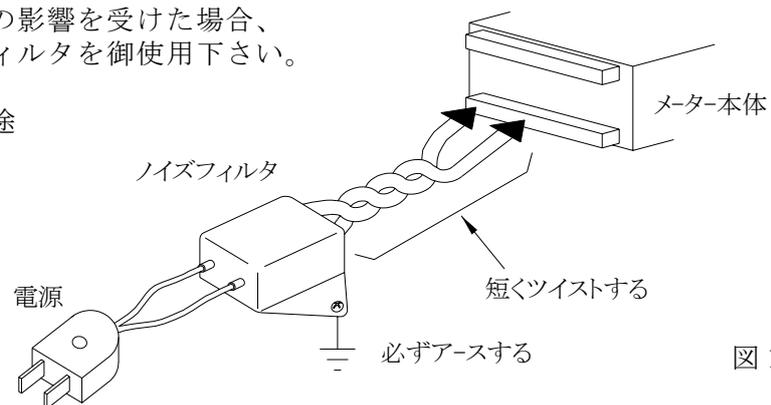

図16
- (1) 電源は動力線と直接共用しないで下さい。動力線を使用する場合は絶縁トランスを入れて2次側を使用して下さい。（絶縁トランスPT-93を用意しています。）
- (2) センサーコードに3芯シールド線を使用し、ノイズの発生源からできるだけ離して配線して下さい。
- (3) センサーコードをできるだけ短くし、動力線やインバーターなどのノイズの発生源をさけて、極力雑音を拾わない経路に配管して布設して下さい。
- (4) 機械のGNDアースコードには、非常にノイズが多く含まれている場合がありますので、メーターのGNDに接続させない方が良い場合もあります（メーターを完全に機械から絶縁状態）。
- (5) 電源ラインよりノイズの影響を受けた場合、図16の様にノイズフィルタを御使用下さい。